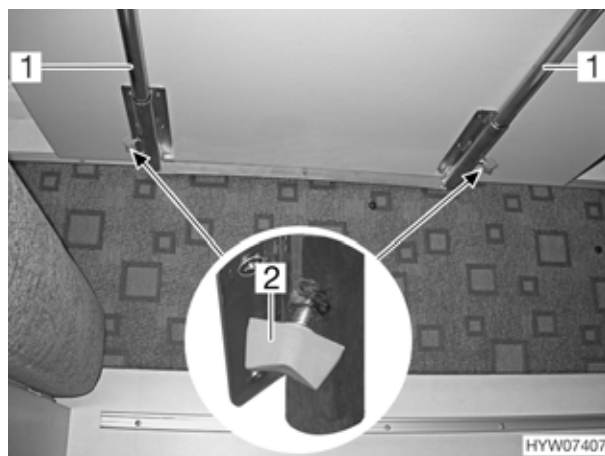

Fig. 65 Allungare il tavolo sospeso
- Svitare le viti a testa cilindrica zigrinata (Fig. 65,2) sul lato inferiore del tavolo.
- Sollevare il piano del tavolo leggermente in avanti ed estrarlo facendolo scivolare sulle guide (Fig. 65,1) fino all'arresto.
- Stringere di nuovo le viti a testa cilindrica zigrinata (Fig. 65,2).